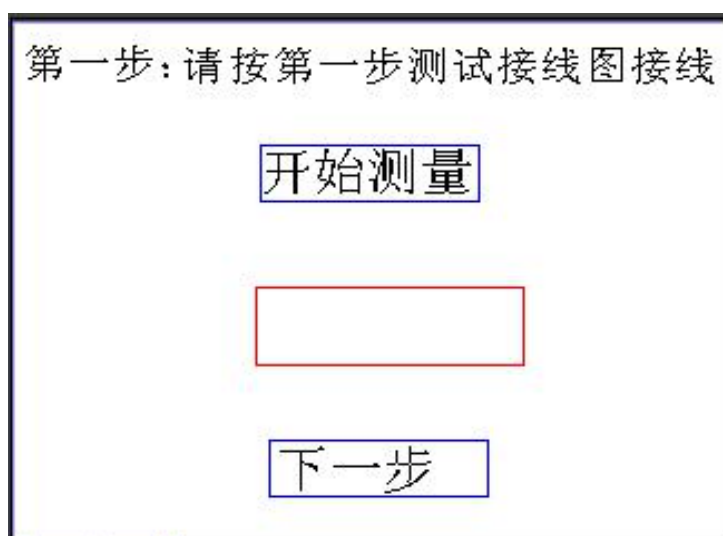

图 7-5 第一步
4. 选择“低校高测试”进入如图 7-5 的“第一步”测量界面。